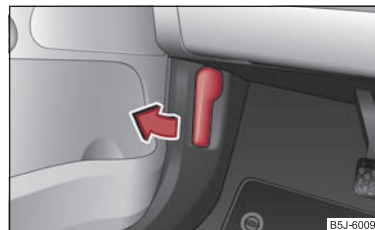

Abb. 12 Entriegelungshebel Motorraumklappe
- Ziehen Sie am Entriegelungshebel unterhalb der Schalttafel auf der linken Seite ⇒ Abb. 12.